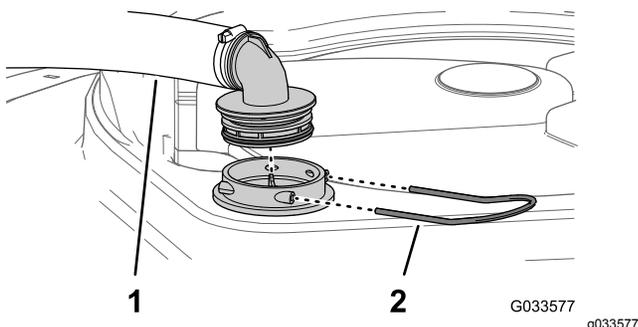

Figura 99
2. Na parte superior do depósito do pulverizador, retire a fixação que prende a união da mangueira unida à tubagem grande da estrutura do filtro (Figura 99).
3. Retire a tubagem e a união da tubagem da estrutura do filtro (Figura 99).